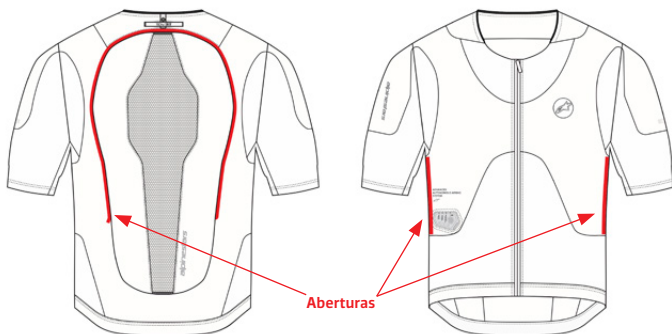

Figura 24: Aberturas Capa BAs e (1)
2. **Desmontar el Protector Posterior (4)** – Desprender el Velcro de la parte superior del Protector de Espalda (4) y separar el Protector de Espalda (4) de la Capa Base (1).
3. **Desmontar el Airbag (11)** - A través de la abertura posterior, proceder a desmontar los 12 bucles de conexión que unen el Airbag (11) a la Capa Base (1) en la parte trasera del Sistema y en la zona de las mangas. Para acceder a los bucles de conexión en la parte delantera del Sistema, utilizar las dos aberturas presentes en los laterales del interior de la prenda, las aberturas están situadas en los laterales del Sistema directamente debajo de la zona de las axilas, como se muestra en la Figura 24. Retirar completamente el Airbag (11) de la Capa Base (1).